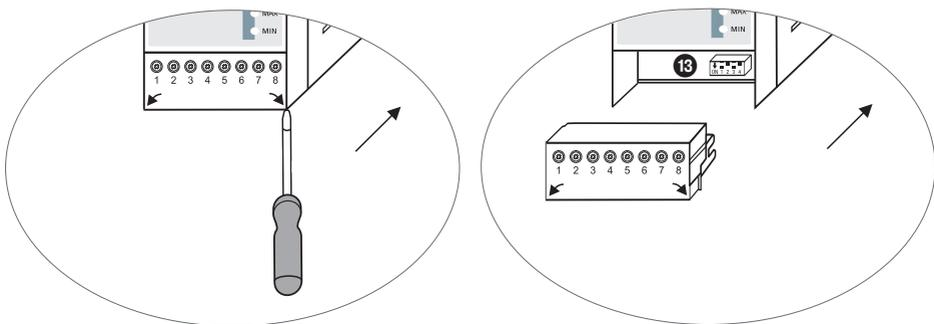

Fig. 6
- **Rimuovere la morsettiere inferiore. Fig. 6**